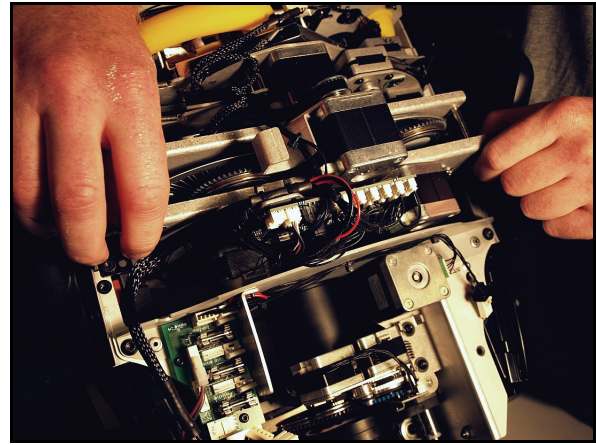

Bild 25: Entfernen des Projektionsmoduls
5. Siehe Bild 25. Heben Sie das Projektionsmodul aus dem Kopf und legen Sie es mit den Motoren nach unten auf den Arbeitstisch.